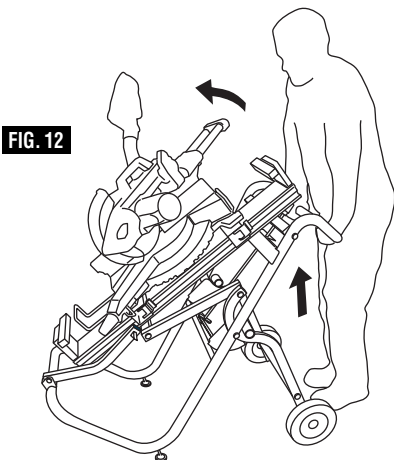
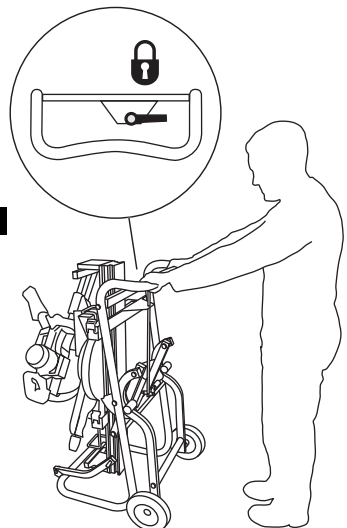

FIG. 12
FIG. 13
3. Avec les deux mains sur la poignée, tirez vers le haut, puis poussez vers l'avant sur le stand (Figure 12), jusqu'à ce qu'il se verrouille dans la position verticale (Figure 13).